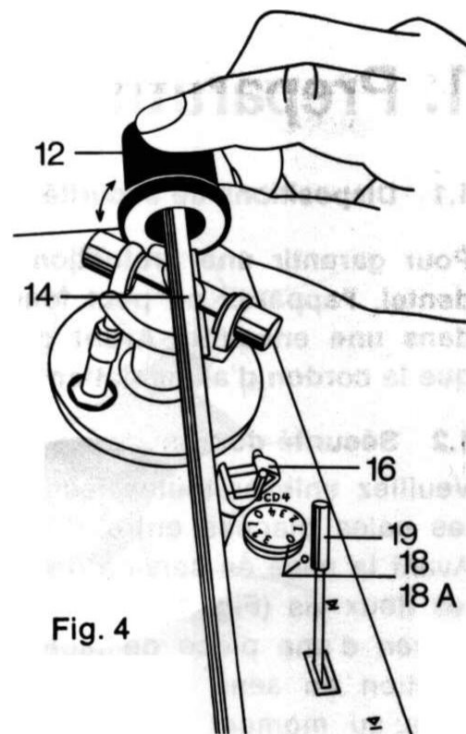

Fig. 4
1.5.2 Balance (Fig. 4)
Falls sich der Aufsetzmechanismus des Tonarmes während des Transports eingeschaltet haben sollte, würde dieser das Ausbalancieren verhindern. Um sicherzustellen, daß er ausgeschaltet ist, drehen Sie bitte den Plattenteller um 5 volle Umdrehungen im Uhrzeigersinn. Dann ziehen Sie die Plastik-Schutzkappe am Abtastsystem vorsichtig nach unten ab. Der Hebel des Tonarmliftes (Fig. 4—19) muß in Stellung ∇ stehen (Tonarm abgesenkt in Spielstellung). Stellen Sie den Skalenwert 0 des Anti-skatingreglers (Fig. 4 —18) auf die Marke \circ (Fig. 4—18A). Öffnen Sie die Tonarm-Verriegelung (Fig. 4—16) und führen Sie den Tonarm dicht neben die Tonarmstütze. (Vorsicht, damit die Diamant-Nadel nicht beschädigt wird.) Dann wird das Ausgleichsgewicht (Fig. 4—12) verdreht, bis der Tonarm horizontal ausbalanciert ist (d. h. in jeder Stellung in der Schwebe bleibt).
1.5.2 Balancing (Fig. 4)
Before balancing make sure the tone arm is disengaged, if not, rotate the turntable clockwise five full rotations. To balance the tone arm, carefully remove the protective plastic cap from the cartridge. Switch the cueing lever (Fig. 4—19) to position **▼** (system lowered into playing position of stylus). Set the anti-skating control (Fig. 4—18) with the zero value (0) to the marking **○** (Fig. 4—18A). Release the tone arm lock (Fig. 4—16) and suspend the arm near the arm rest. Take care to avoid damage to the diamond stylus. Carefully turn the counterbalance until the arm is balanced in a horizontal position.
1.5.2 Equilibrage (Fig. 4)
Au cas où le mécanisme de pose du bras de pick-up se serait enclenché en cours de transport, l'équilibrage ne saurait être réalisé. Afin de s'assurer de la mise hors service du mécanisme, donner à la main, dans le sens horlogique, cinq tours complets au plateau. Enlever, ensuite, avec précautions la coiffe de protection du lecteur en la tirant vers le bas. Amener le levier du lift (Fig. 4—19) en position arrière **▼** afin de placer le lecteur en position de travail. Tournez le dispositif d'anti-skating (Fig. 4—18) jusqu'à ce que le «0» se trouve en regard du repère «18A». Lâcher le dispositif de verrouillage du bras de pick-up (Fig. 4—16) et amener le bras de pick-up tout contre son support. (Veiller à ne pas endommager l'aiguille en diamant.) Déplacer le contre-poids (Fig. 4—12) jusqu'à ce que le bras soit équilibré horizontalement (c'est-à-dire qu'il flotte quelle que soit sa position).